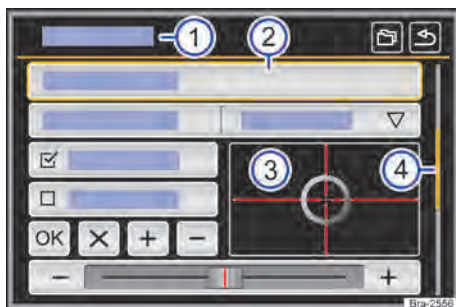

Fig. 97 Representação esquemática: vista geral das possíveis superfícies de função no display.
O aparelho está equipado com um touchscreen (tela de toque) → Fig. 97 ③.
As superfícies de função iniciam funções ou abrem outros submenus. Em submenus é indicado, na linha do título, o menu atualmente selecionado → Fig. 97 ①.